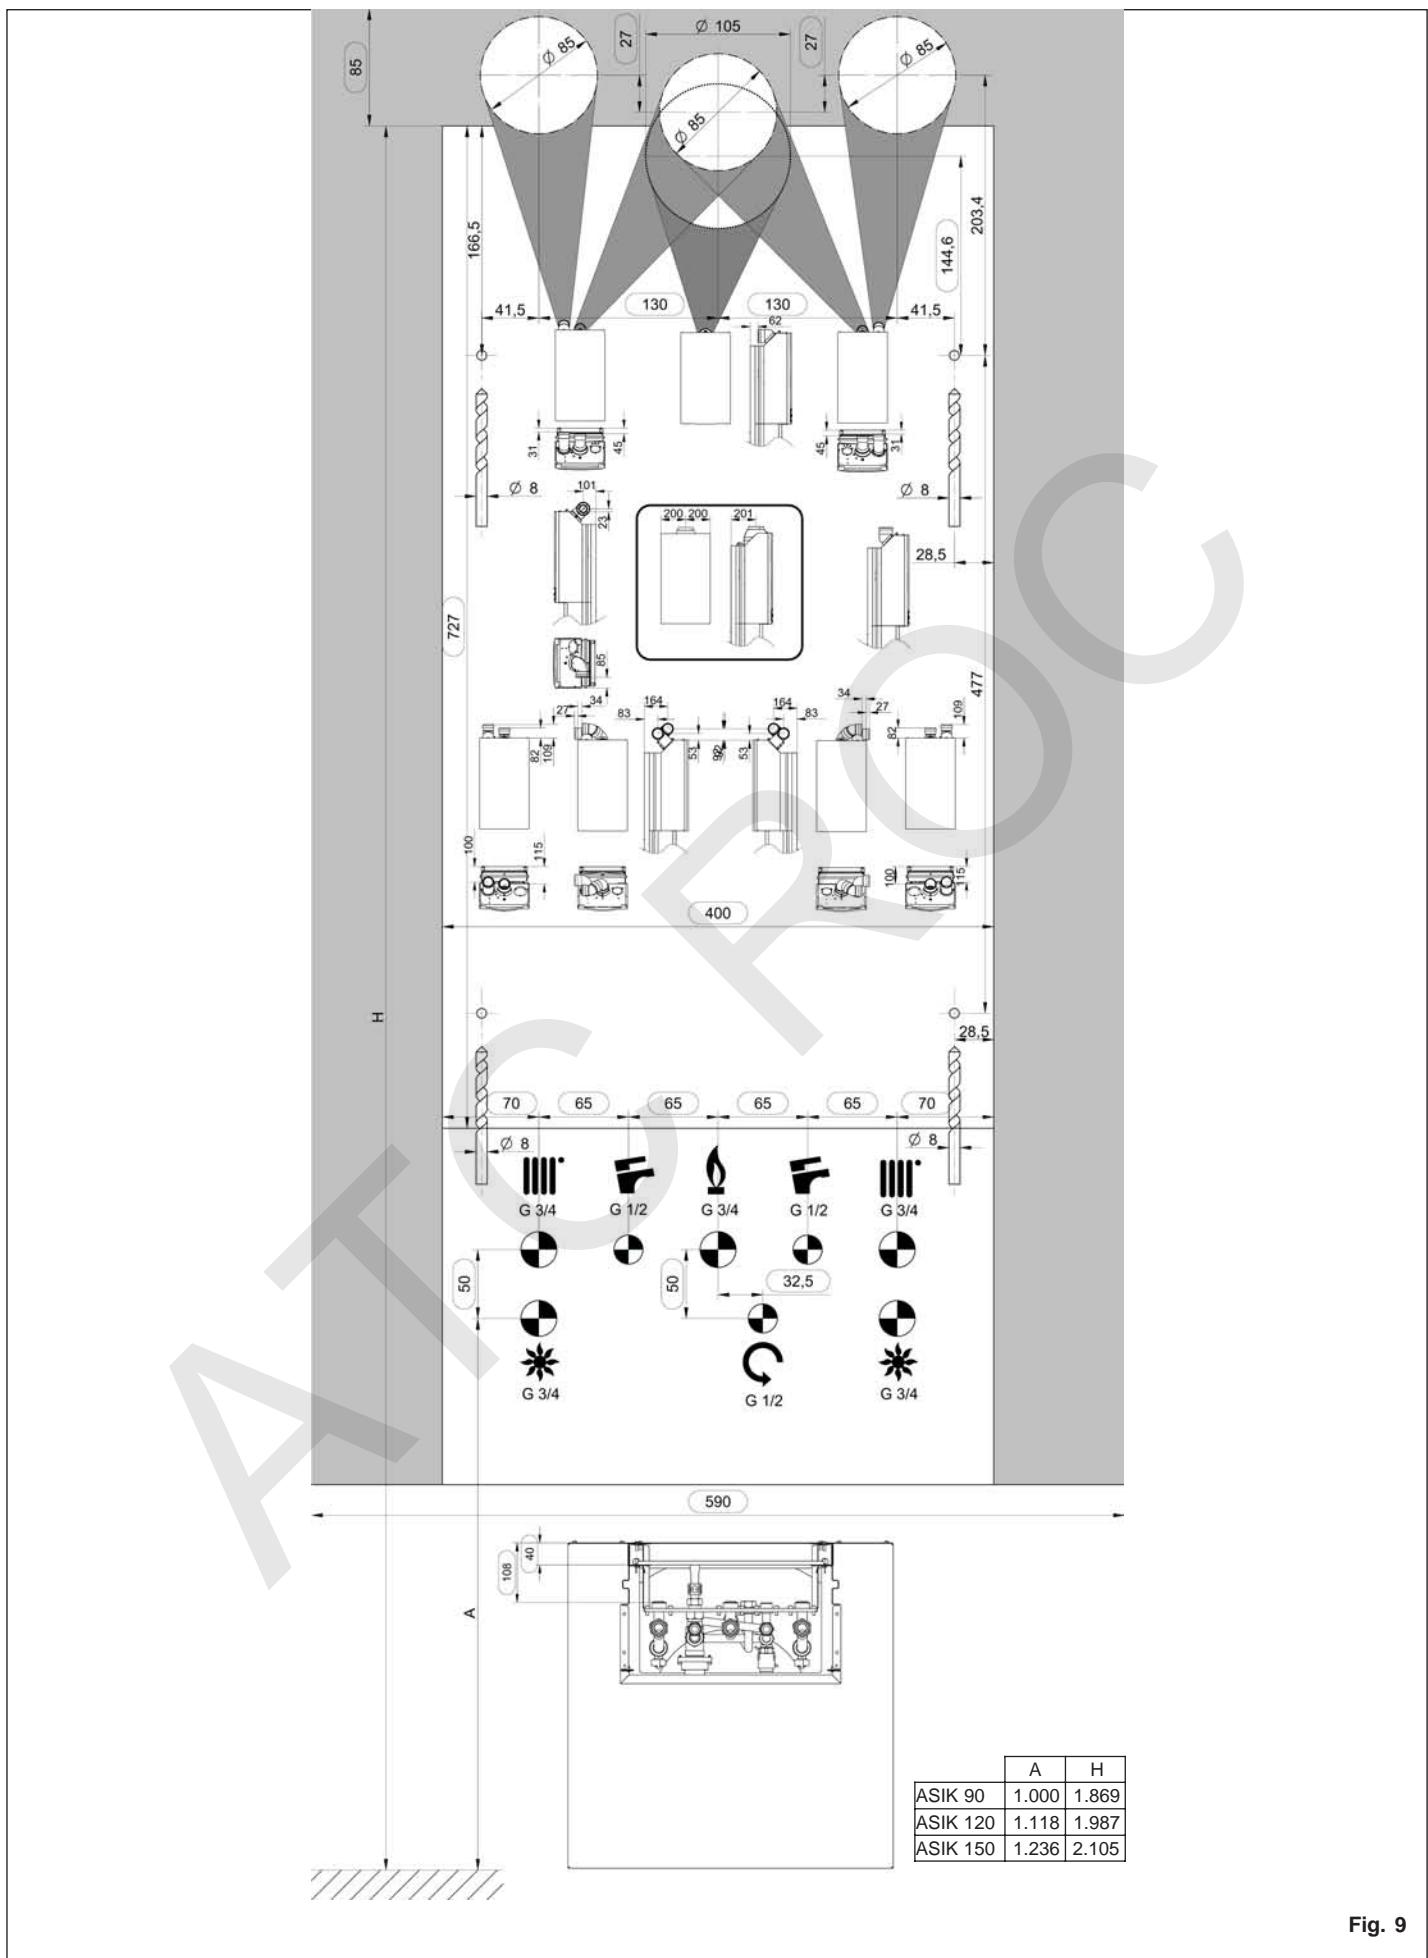

Fig. 9
5. Fijar el conjunto a la pared. Ayudarse de las cotas indicadas en la plantilla de montaje (Fig. 9).
5. Fix it to the wall. Refer to the dimensions shown on the mounting template (Fig. 9).
5. Fixar o conjunto à parede, com apoio das cotas indicadas no escantilhão de montagem (Fig. 9).